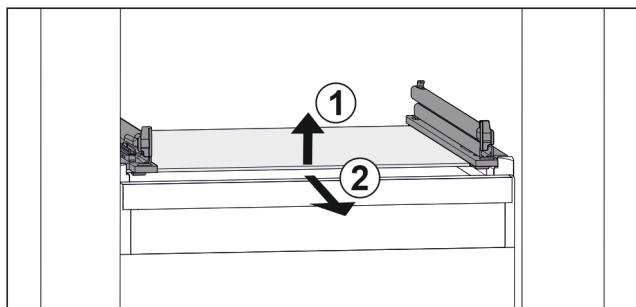

Fig. 37 Ilustración ejemplar de la placa de cristal
- ▶ Levante la placa de cristal por la parte delantera. Fig. 37 (1)
- ▶ Extráigala hacia adelante. Fig. 37 (2)